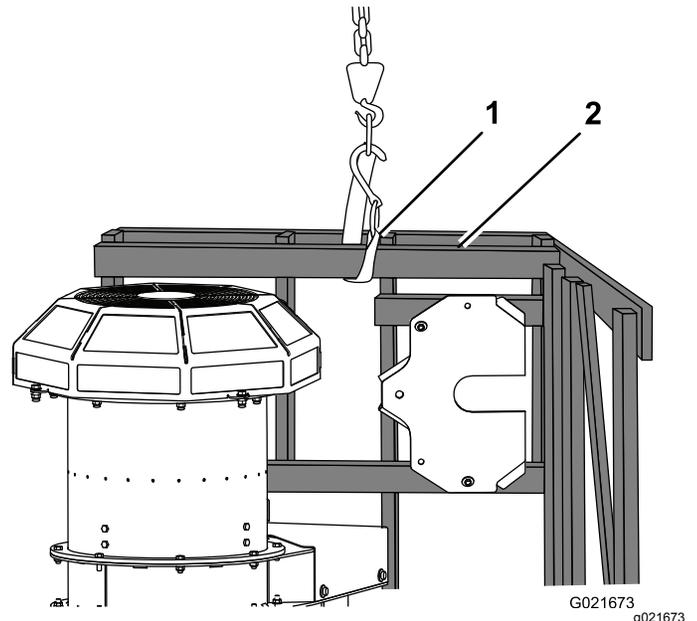

Figure 4
4. Attachez une sangle à la partie supérieure et soulevez la palette jusqu'à ce que la caisse et le souffleur soient redressés à la verticale (Figure 4).